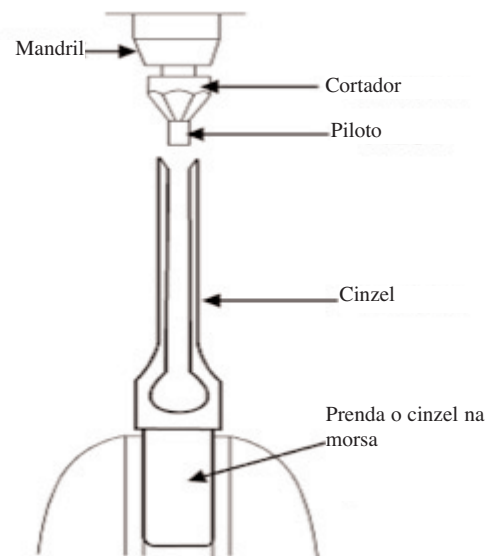

Figura 8
2. Afie o cinzel com um cortador de fresa e piloto apropriado. (as dimensões do piloto diferem de acordo com as dimensões do cinzel). Dois ou três movimentos do mandril devem ser suficientes para afiar o cinzel, como indicado na figura 8.